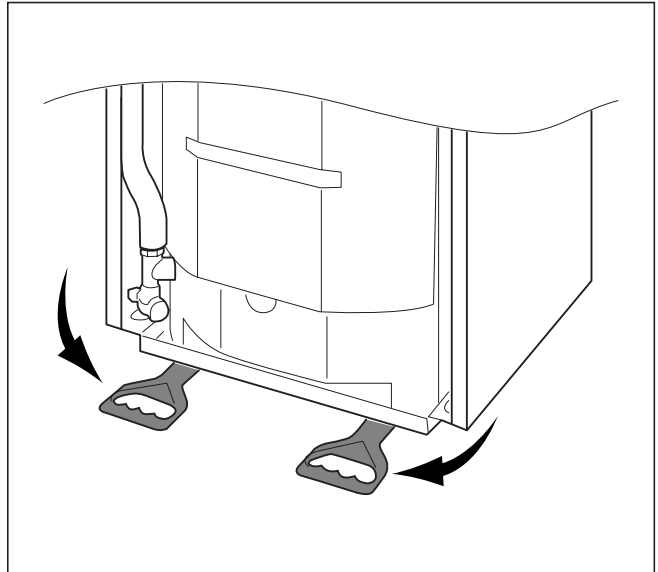

Рис. 4.2 Транспортировочные ручки
- Возьмите прибор снизу и поверните транспортировочные ручки вперед (см. рис. 4.2). Обратите внимание на то, чтобы установочные ножки были привинчены до упора.